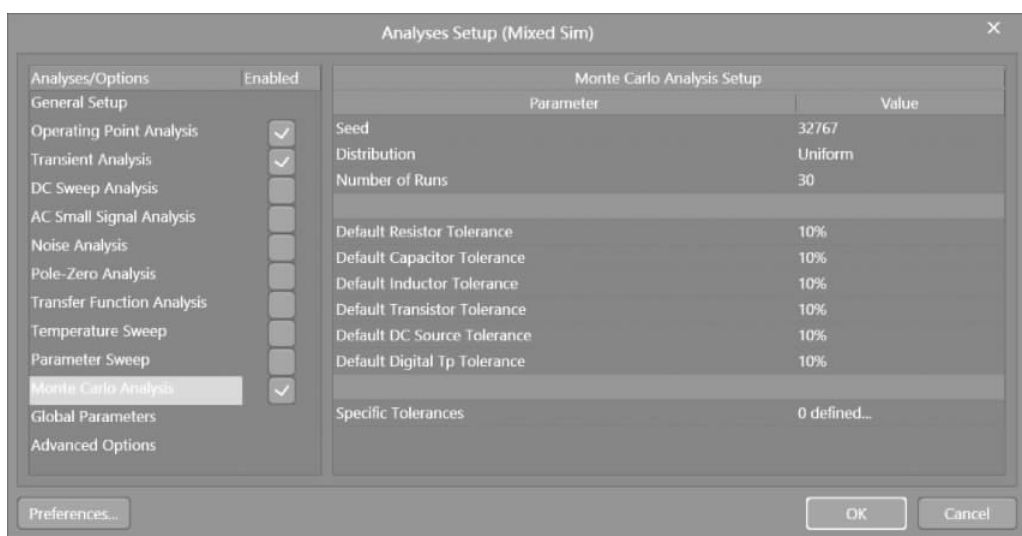

图 3-85 设置仿真参数界面 3
(4) 选择 Monte Carlo Analysis 选项, 出现如图 3-85 所示的 Monte Carlo Analysis Setup (蒙特卡罗分析设置) 界面, 按下面参数设置。
- ① Seed(种子): 32767。
- ② Distribution(分布): Uniform。
- ③ Number of Runs(运行次数): 30。
- ④ 将所有的 Tolerance(容差) 设置为 10%。